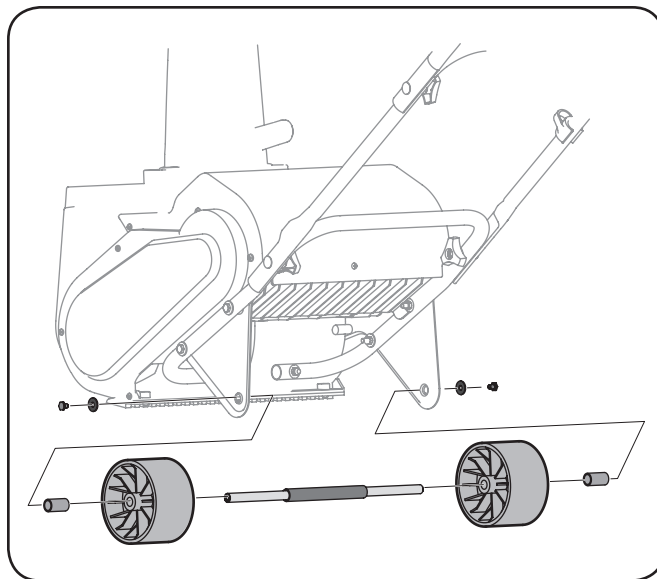

Figura 7-5
1. Desatornille los tornillos que están a cada lado del eje de la rueda. Vea la Figura 7-5.